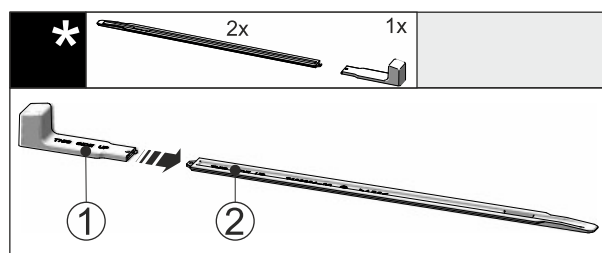

Fig. 50
- Montážní úchyt Fig. 50 (1) připevněte k nivelační liště Fig. 50 (2).